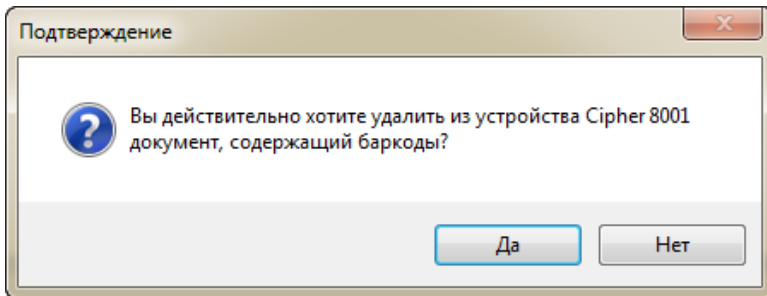

Рис. 6
3. «Параметры удаления документа с устройства» (При выборе пункта «Удалять документ после успешного создания накладной», после сохранения созданной накладной все позиции, зарегистрированные на устройстве, будут удаляться. При выборе пункта «Оставлять документ» - все данные сохраняются. При выборе пункта «Спрашивать каждый раз» после сохранения созданной накладной будет появляться сообщение с предложением выбора действий (см. Рис. 6)).